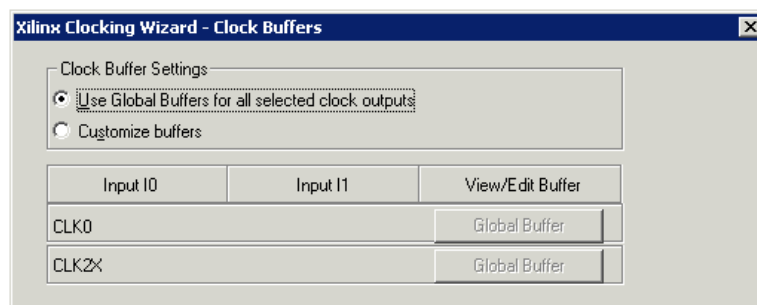

Рис. 4. Xilinx Clocking Wizard – Clock Buffers Window
- 8 В окне «Xilinx Clocking Wizard – Clock Buffers» (**Рис. 4**), сохраните настройки без изменения и нажмите **<Next>**